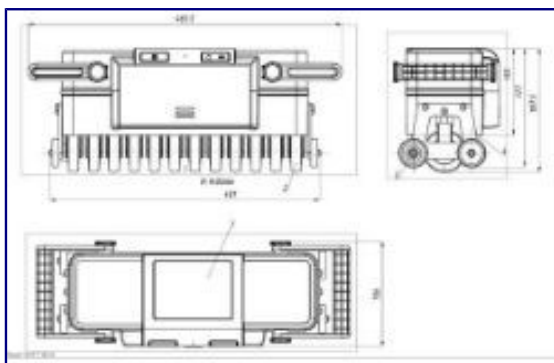

Рис. 2
- Сканер – топограф представляет собой моноблок, содержащий в себе компьютер, АР, устройства управления, отображения результатов контроля и записи их в долговременную память, а также блок автономного питания. (Рис.2)